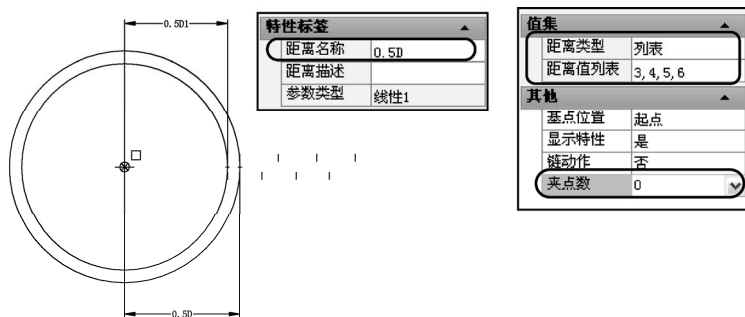

图 9-30 线性参数操作 2
5) 重复上一步操作, 继续在“块编写选项板”中的“参数”选项卡中单击“线性”工具按钮, 对外面的圆进行线性参数操作; 执行“特性”命令 (mo), “距离名称”输入为“0.5D”, “距离类型”选择“列表”, “距离值列表”中输入为“3、4、5、6”, “夹点数”更改为“0”, 关闭“特性”选项板。如图 9-30 所示。